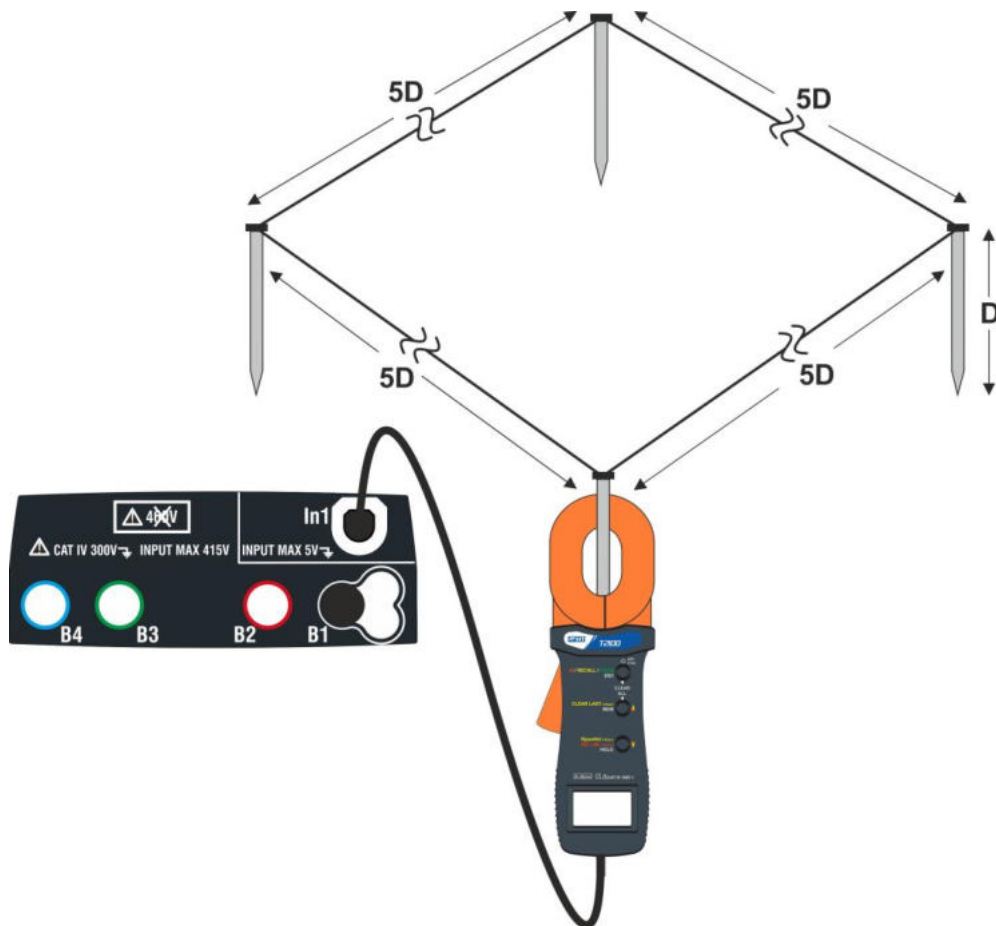

Fig. 32: Misura resistenza dispersori singoli con pinza T2100
La misura eseguita dalla pinza T2100 è utilizzabile per la valutazione di resistenze di singoli dispersori nell'ambito di un impianto di terra senza necessità di scollegamento degli stessi, **nell'ipotesi che essi non si influenzino tra loro** (vedere Fig. 32)
4. Collegare la pinza al primo dispersore della rete di terra considerata come mostrato nella Fig. 32. Notare il valore della resistenza nel campo R e premere l'icona per inserire tale valore nel calcolo della resistenza parallelo e incrementare il parametro N di una unità (N =1)